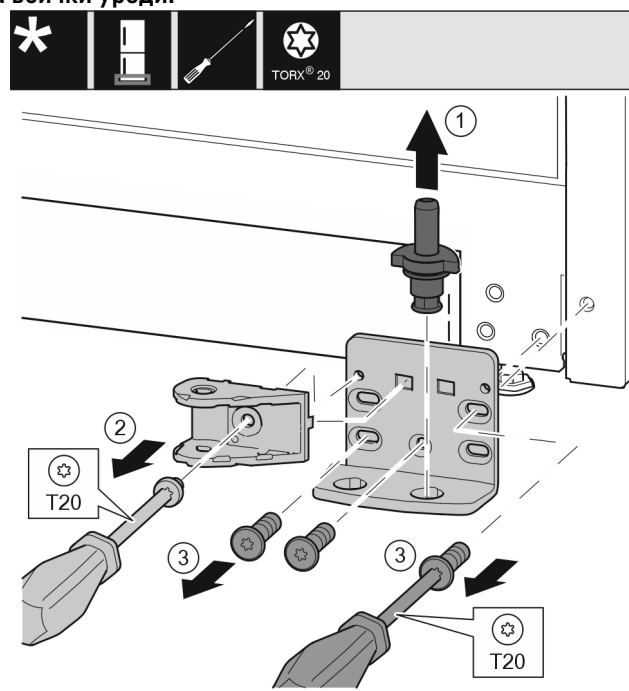

Fig. 34 \*
- ▶ Извадете изцяло нагоре лагерния болт. Fig. 34 (1)\*
- ▶ Отвийте винта с отвертка T20 и свалете съединението на затварящия демпфер. Fig. 34 (2)
- ▶ Отвийте винтовете с отвертка T20 и свалете лагерната стойка. Fig. 34 (3)\*